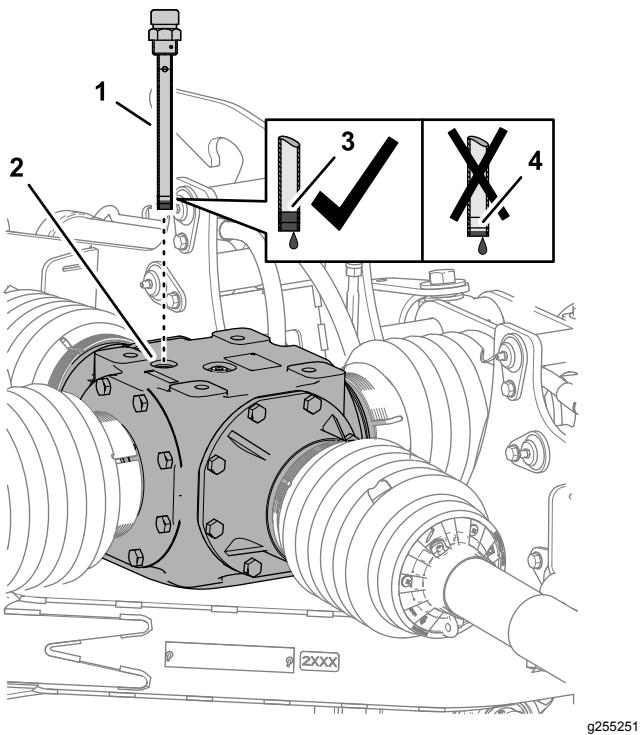
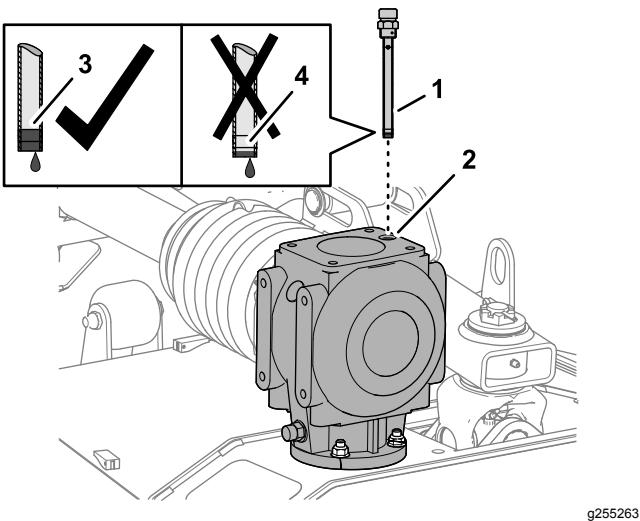

Figura 51
Figura 52
1. Togliete l'asta di livello dal relativo foro nella parte superiore della scatola ingranaggi centrale (Figura 51 o Figura 52).
2. Controllate il livello di fluido indicato sull'asta di livello (Figura 51 o Figura 52).
4. Avvitate l'asta di livello nel foro di riempimento e serrate l'asta di livello (Figura 51 o Figura 52).